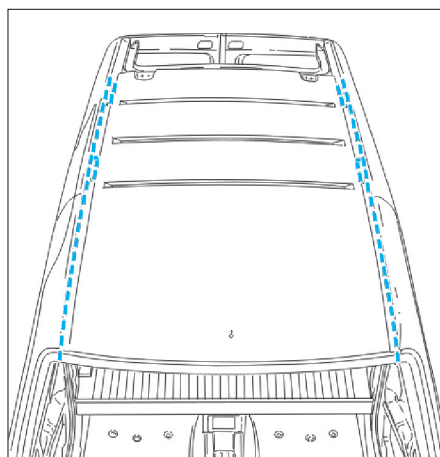

FIG. 102
- Appliquer un mastic d'étanchéité (Fig.102).